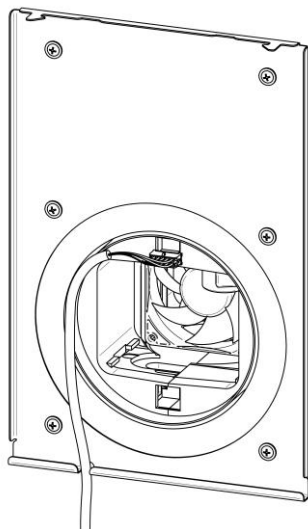

Рис. 17
8. Подключите кабель в разъем вентиляционного блока и установите в канал, см. Рис. 17